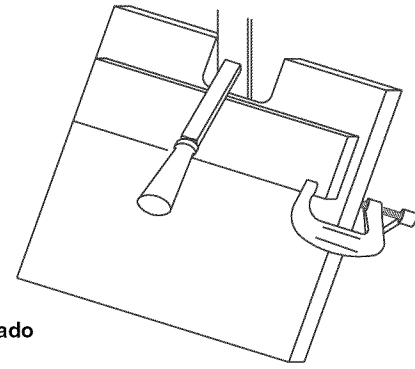

Figura 7 - Afilado
Refiérase a la Figura 7.
- Con una abrazadera C, adjunte la pieza auxiliar de madera a la mesa. Actúa como soporte cuando se está afilando (vea la Figura 7).